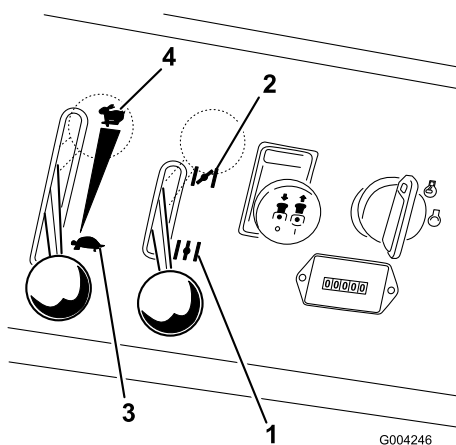

Figura 11
4. Prima di avviare il motore a freddo spostate lo starter in posizione **On** (Figura 11).
5. Prima di avviare il motore a freddo spostate il comando dell'acceleratore in posizione **Fast** (massima) (Figura 11).
7. Quando il motore è acceso, portate lo starter in posizione Off (Figura 11). Se il motore stalla o esita, riportate lo starter in posizione On per qualche secondo, e spostate la leva dell'acceleratore nella posizione opportuna. All'occorrenza, ripetete il procedimento.
2. Portate la leva dell'acceleratore al centro tra le posizioni minima e massima (Figura 11).